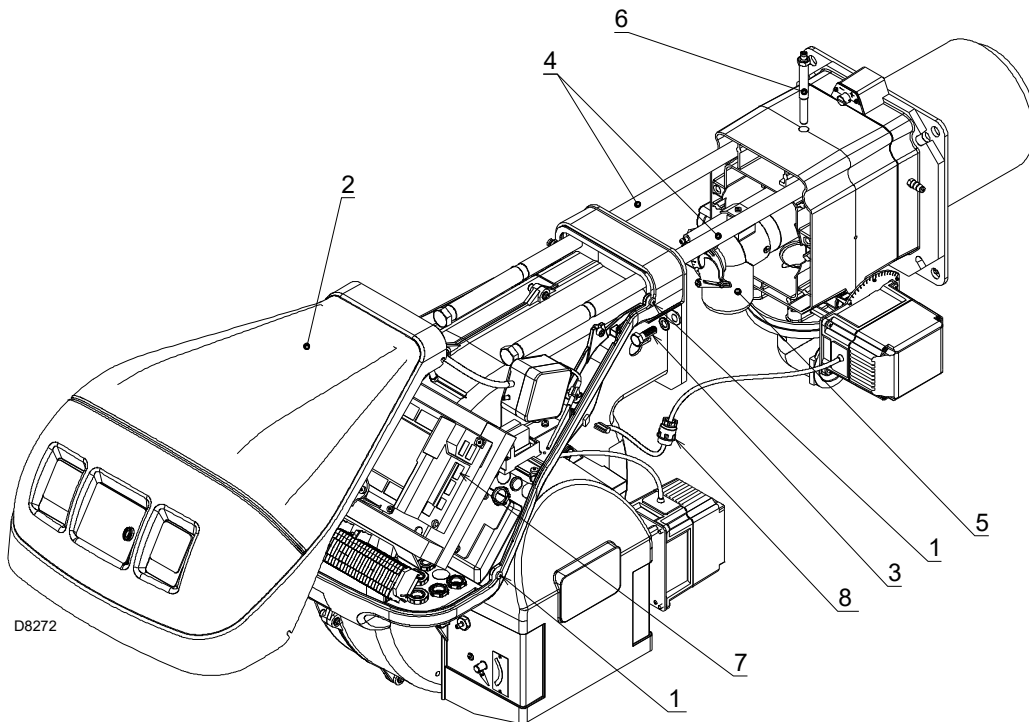

Fig. 37
- Desserrer les 4 vis 1)(Fig. 37) et déposer le capot 2).
- Brancher la fiche du servomoteur 7)(Fig. 37) et visser le passe-câble 8).